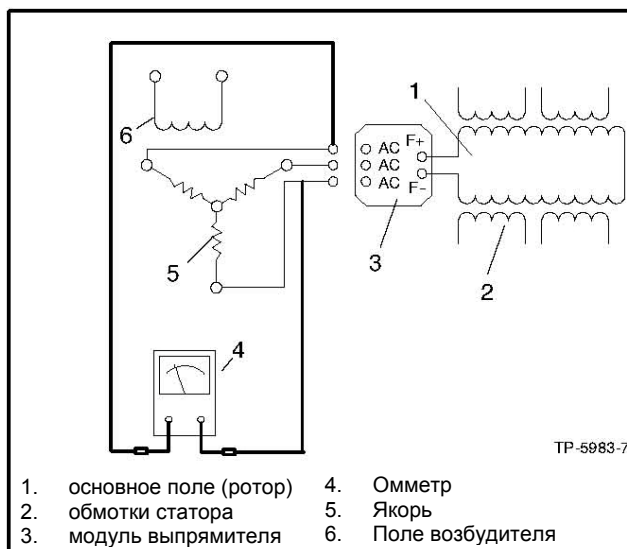

Рисунок 8-6 Проверка омметром якоря возбуждателя.
3. Используя шкалу R x 1 омметра, проверить сопротивление на выводах якоря возбуждателя. См. Рисунок 8-6. См. также раздел 1, Характеристики, где указано сопротивление якоря. Обрыв указывает на разомкнутую обмотку якоря. Если результаты теста не позволяют сделать определенных выводов, проверьте мегаомметром якорь возбуждателя как это описано в следующем пункте.